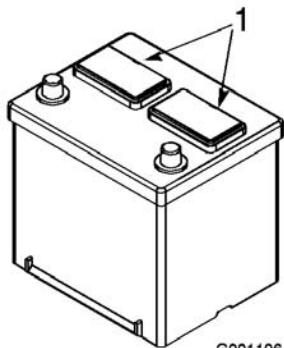

Bild 8
- Reinigen Sie die Oberseite der Batterie und nehmen Sie die Entlüftungsdeckel ab (Bild 8).